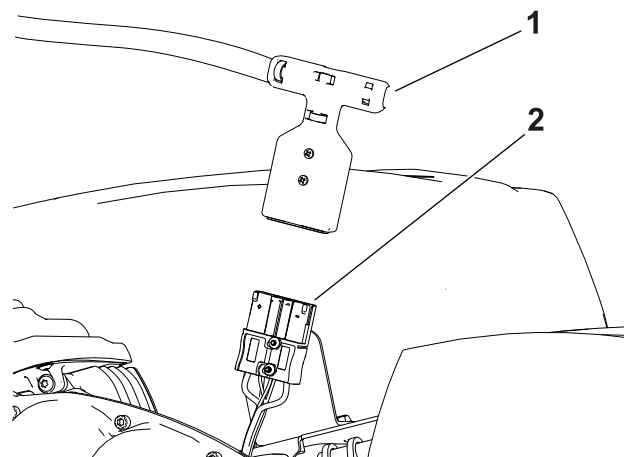

Figure 29
4. Débranchez le connecteur à poignée en T sur le faisceau de câblage principal du connecteur d'alimentation principale sur le socle de la batterie (Figure 29).